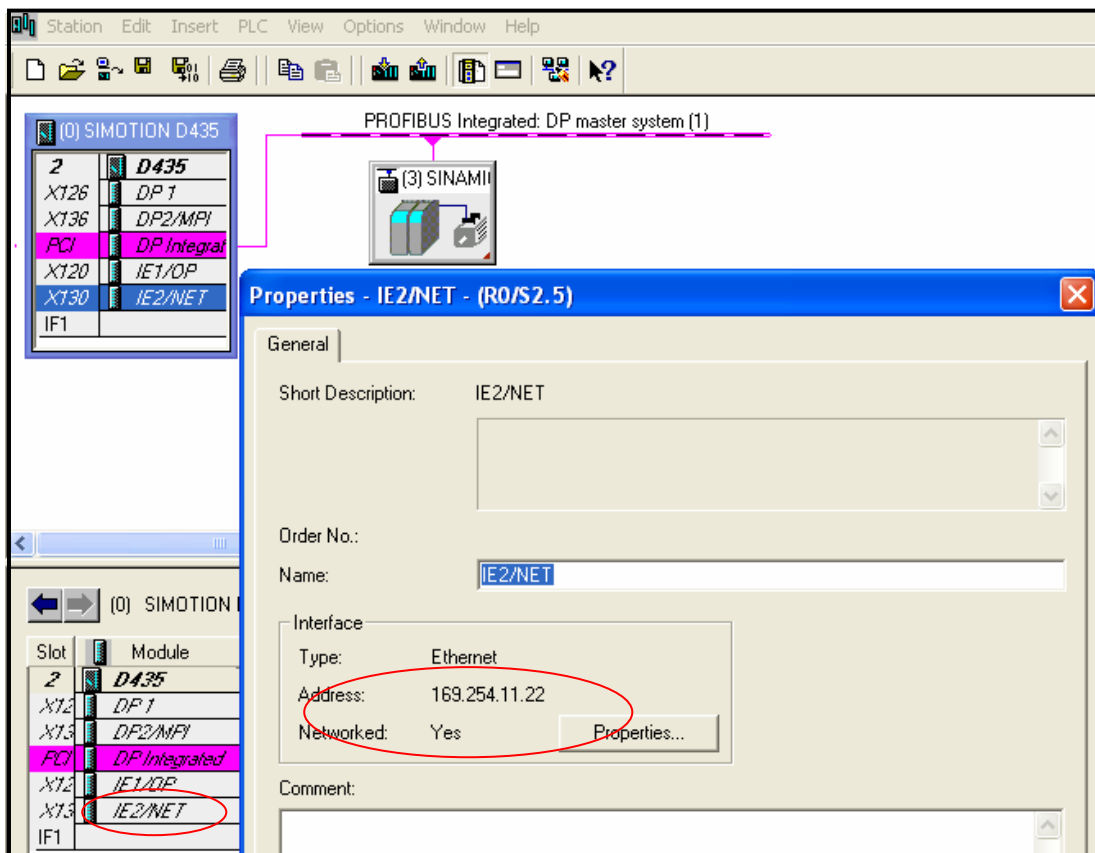

图. 04
4. 自动打开硬件组态画面，配置 IE2 通讯接口，如图 04